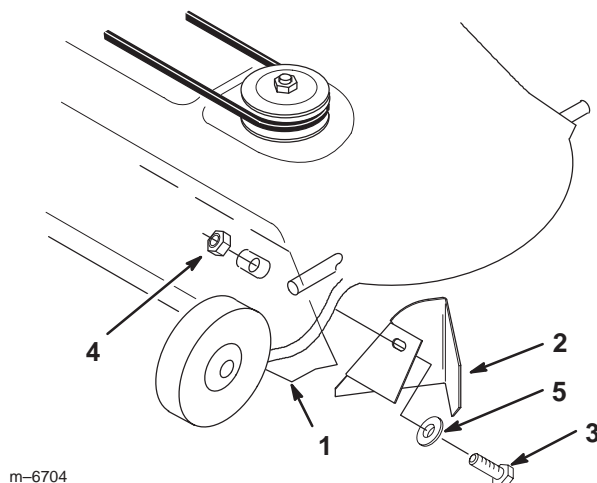

Figure 4
1. Retirez le(s) boulon(s) et écrou(s) à l'extrémité de la plaque à herbe, située à l'intérieur du plateau de coupe, près du bord arrière de l'ouverture d'éjection (Fig. 4). Mettez les fixations retirées au rebut.
2. Procurez-vous le déflecteur d'herbe qui convient (Fig. 4).
4. Pour les plateaux de coupe de 107 cm, fixez le déflecteur d'herbe avec un boulon de carrossier (3/8 x 1 pouce), une rondelle (3/8 pouce) et un contre-écrou (3/8 pouce) (Fig. 4).